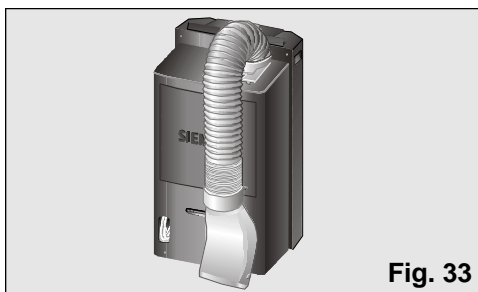

Fig. 33
- Pour cela, pliez le tube vers l'arrière de l'appareil et attachez-le grâce au crochet diffuseur, Fig. 33 et 34.